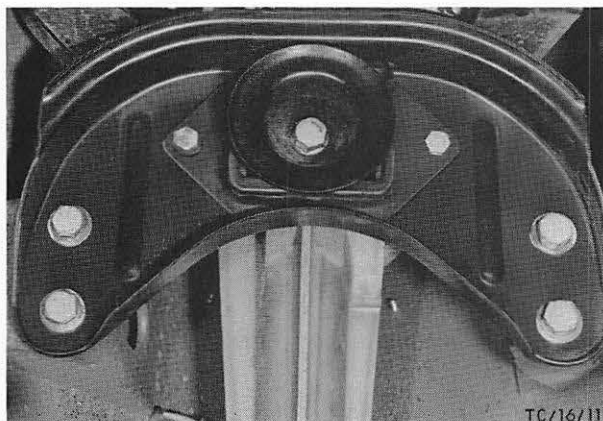

Abb. 18 Motorträger
2. Hinteren Motorträger (4 Schrauben) abbauen. Abb. 18.
7. Hinteren Motorträger wieder befestigen und mit dem vorgeschriebenen Drehmoment anziehen. Abb. 18.